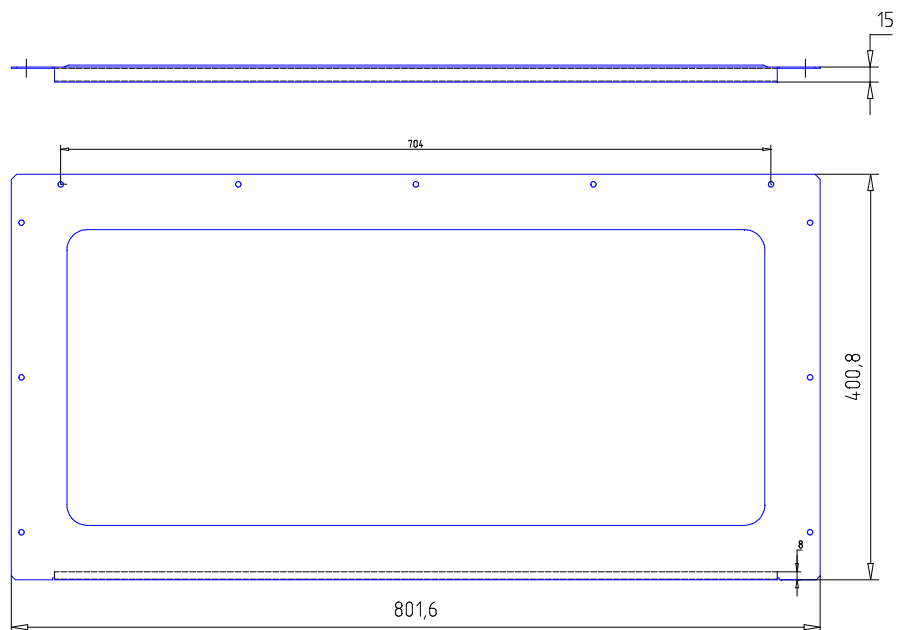
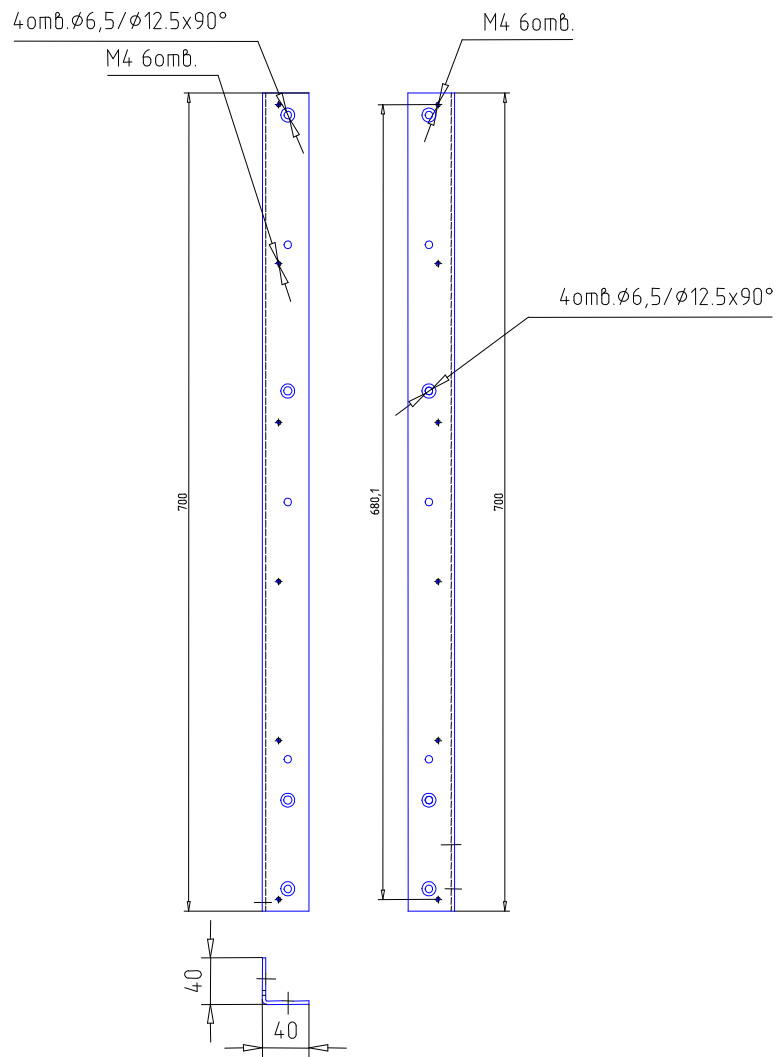
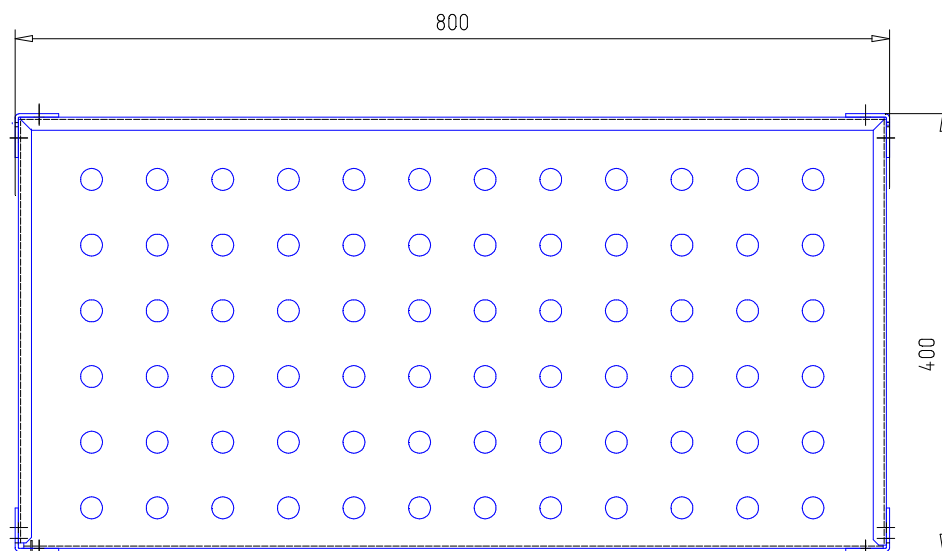

Рисунок 3.1 – Батарейный стеллаж Штиль MBS-03. Крышка верхняя
Рисунок 3.5 – Батарейный стеллаж Штиль MBS-03. Стойка задняя
Рисунок 3.6 – Батарейный стеллаж Штиль MBS-03. Полка
4.2 Соединить винтами М6\*16 полки изделия (рисунок 3.6) со стойками задними (рисунок 3.5).
4.3 Соединить винтами М6\*16 полки изделия (рисунок 3.6) со стойками передними (рисунок 3.4).
- 4.6 Закрепить винтами М4\*6 верхнюю крышку изделия (рисунок 3.1) на стойках (рисунок 3.5 и 3.6)